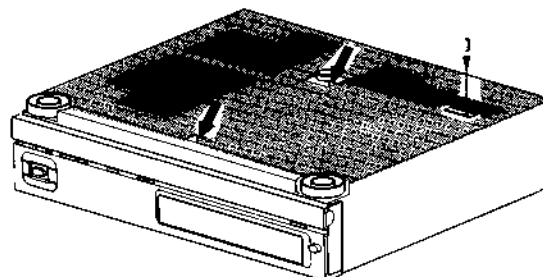

FIG. 2-3
- Schraube I (siehe Fig. 2-3) lösen.
- Die Bodenplatte ist mittels zweier Einschnappkonstruktionen (siehe Fig. 2-3) am Gehäuse verriegelt. Durch Entriegeln dieser Einschnappkonstruktionen lässt sich die Bodenplatte dem Gerät entnehmen.